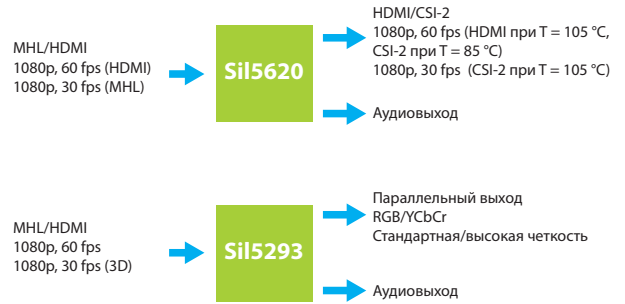

Рис. 1. Специализированные микросхемы MHL/HDMI компании Lattice для подключения интеллектуальных устройств к автомобильным системам
DisplayPort — еще один открытый стандарт, обретающий популярность в автомобилестроении. Он отличается пониженным уровнем электромагнитных помех (ЭМП). Так, в нем меньше линий, по которым передаются самортируемые сигналы, и предусмотрен микропакетный протокол, обеспечивающий легкое расширение для поддержки более высоких разрешений и передачи сигналов на более дальние расстояния. Благодаря наличию в ECP5 выделенных каналов SERDES становится реальным применение интерфейсов DisplayPort (DP) или Embedded DisplayPort (eDP) в приборных панелях, навигационных дисплеях и развлекательных системах для пассажиров на заднем сиденье. Их рекомендуется использовать в сочетании со специализированными автомобильными микросхемами MHL/HDMI (рис. 1) компании Lattice, обеспечивающими легкое подключение к совре-